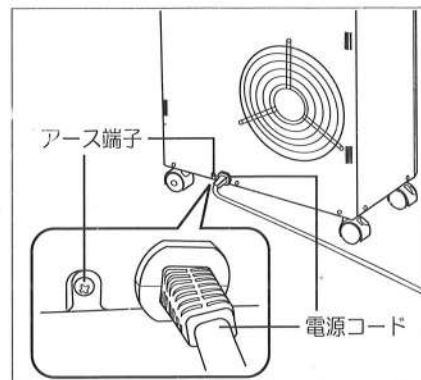

図7
- 電源コード横にある、アース端子にアース用電線(市販品)で接続してください。(図7参照)